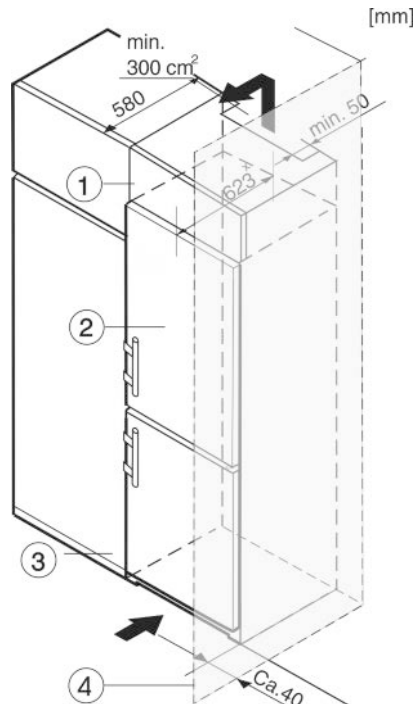

Fig. 12
Устройство может быть окружено предметами кухонной обстановки. Чтобы уравнять устройство *Fig. 12 (2)* по высоте с кухонной стенкой, можно установить над устройством соответствующий дополнительный шкафчик *Fig. 12 (1)*.
В комбинации с кухонными шкафами устройство можно устанавливать непосредственно рядом с кухонным шкафом *Fig. 12 (3)*. Чтобы можно было полностью открыть двери, устройство должно выступать, как минимум, на 65 мм\* относительно передней стенки кухонного шкафа. В зависимости от глубины кухонных шкафов и использования пристенных распорок устройство может выступать и больше.
Если устройство установлено на шарнирах у стены *Fig. 12 (4)*, то расстояние между устройством и стеной должно быть не менее 40 мм. Настолько выступает ручка при открытой дверце.